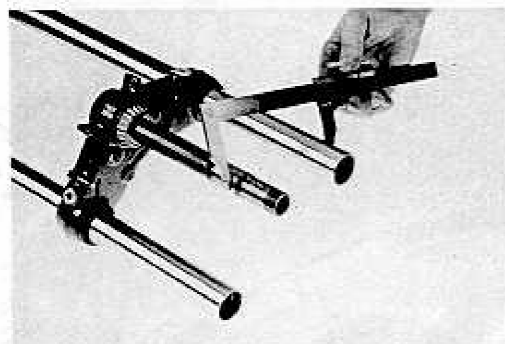

Fig. 206
- Controllare il parallelismo tra perno di sterzo e steli (dopo avere effettuato le verifiche precedenti). Servendosi di un calibro a corsoio, controllare che per ogni punto del perno di sterzo le distanze di quest'ultimo da entrambi gli steli siano esattamente eguali (Fig. 206).
- Check the misalignment between steering head pivot and stanchions (this should be carried out after the inspections described above). With a vernier caliper check that the distance between the pivot and each stanchion is the same (Fig. 206). Check this in several points.